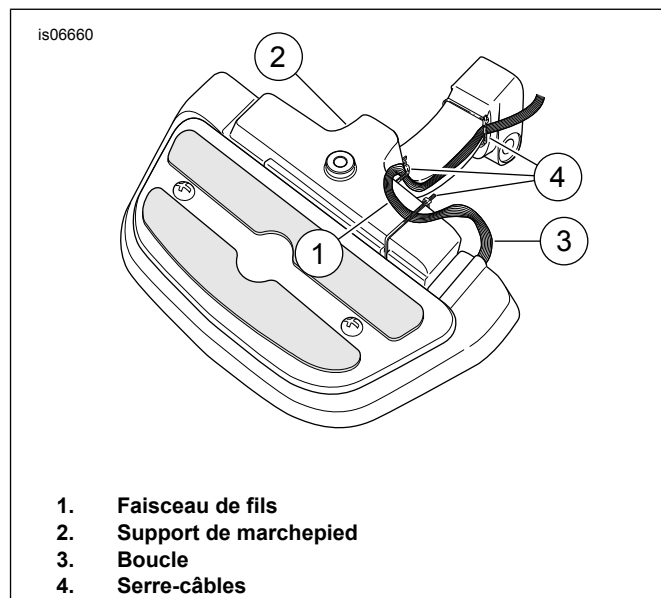

Figure 6. Acheminement du faisceau de fils - Marchepieds accessoires sur les modèles jusqu'en 1992
- a. **Marchepieds accessoires sur les modèles de moto jusqu'en 1992** : Voir la figure 6. Faire passer le faisceau de fils (1) le long de la partie inférieure et de la partie latérale de chaque support de marchepied (2), comme illustré. Former une petite boucle (3) avec le mou des fils du faisceau, pour éviter que les fils ne se tendent trop lorsque le marchepied est replié. Fixer le faisceau aux supports de marchepied à l'aide de serre-câbles (4).